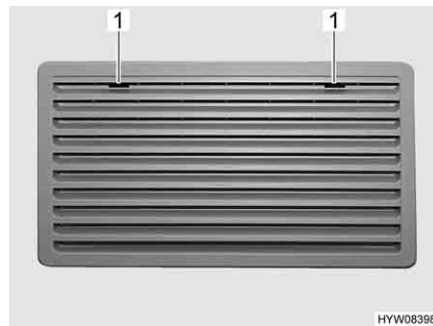
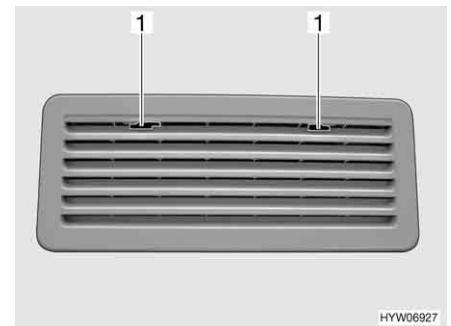

Fig. 226 Grelha de ventilação do frigorífico (Thetford grande)
Fig. 227 Grelha de ventilação do frigorífico (Thetford pequena)
- Deslocar para o meio o fixador (Fig. 226,1 ou Fig. 227,1).